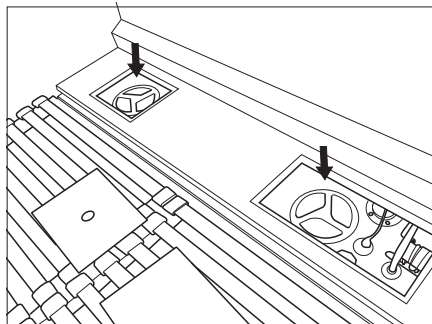

Bild 62 Reinigungsöffnungen Frischwassertank (Abb. ähnlich)
- Reinigungsöffnungen ausschrauben und abnehmen (Bild 62).